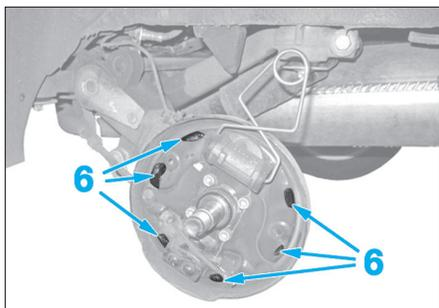

Fig. 13
- Graisser les surfaces (6) (Fig.13).